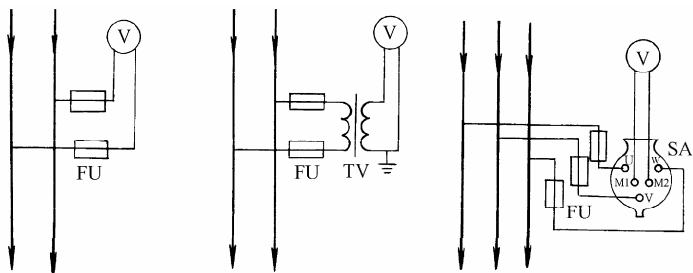

图 3-4 交流电压表的接线图
2. 交流电压的测量 测量交流电压时, 电压表的接法如图 3-4 所示。交流电压表的接线是不分极性的, 但是在一个系统中有多只电压表时, 所有的电压表的接线应该是一致的, 特别是 220V 或使用电压互感器时, 电压表接线必须遵守这一规则。